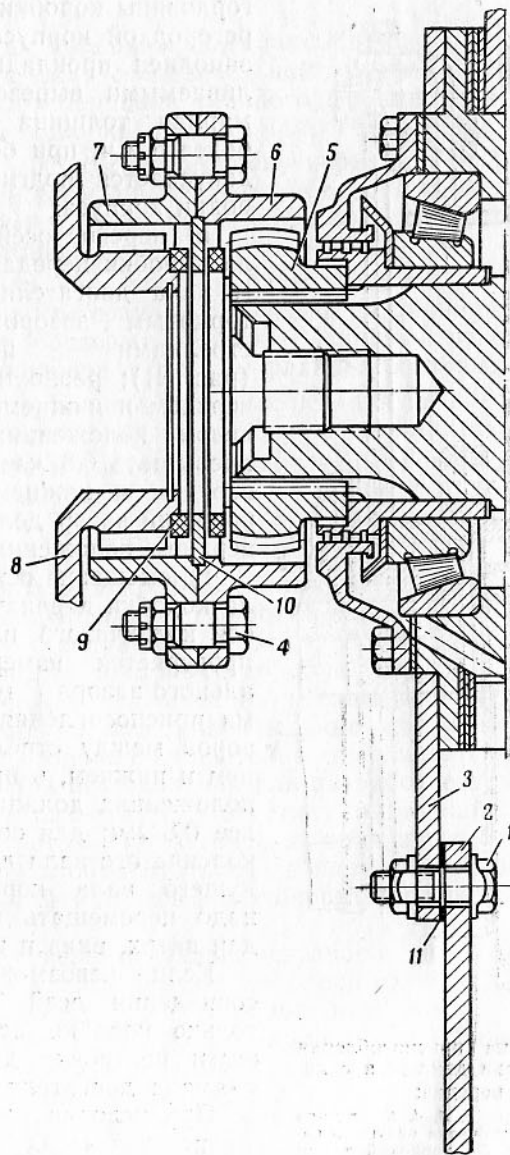

Рис. 20. Соединение коробки передач с двигателем:
21. Расшплинтовать и отвернуть гайки болтов 4 (рис. 20) муфты 6 и 7 и выпрессовать болты. Вынуть проставочное кольцо 10 и два резиновых кольца 9.
24. Зачалить коробку передач. Вынуть болты 1 (рис. 20) из отверстий кронштейна и перегородки. Вынуть прокладки 11. Сдвинуть ведомые барабаны бортовых фрикционов в сторону коробки передач. Вынуть коробку передач в сборе с бортовыми фрикционами и тормозными лентами. Установить коробку передач на подставку и снять с барабанов тормозные ленты.
3. Надеть на барабаны бортовых фрикционов тормозные ленты. Установить части соединительной муфты 6, 7 (рис. 20) на ступицу 8 ведомого барабана главного фрикциона и на зубчатку 5 ведущего вала коробки передач (см. Технические условия, п. а).
12. Поставить между частями соединительной муфты 6, 7 (рис. 20) два резиновых кольца 9 и проставочное кольцо 10 и стянуть части соединительных муфт 6, 7 болтами 4 с гайками. Гайки зашплинтовать шплинтами.